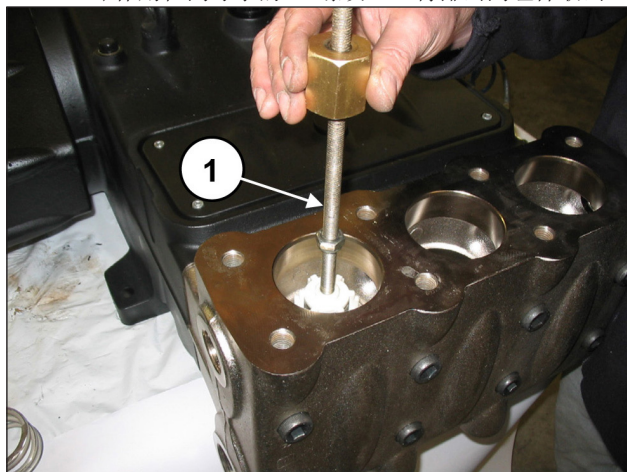

图 103
用一个锤头式提取器(代码27516400)作用在阀导承的M10孔上(位置①, 图 103), 或者用一个M10-M16适配器(代码25089700)作用在阀导承的M16螺纹上, 将排出阀组件取出。